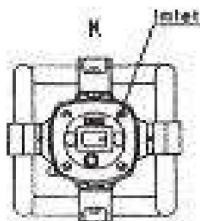

Figura 2
6. Cuando se trabaja en cada turno, se debe limpiar el exterior del motor siempre que sea necesario. En particular, se deben mantener siempre limpios los conductos de ventilaci n de entrada y salida del motor (como se muestra en la figura 2).